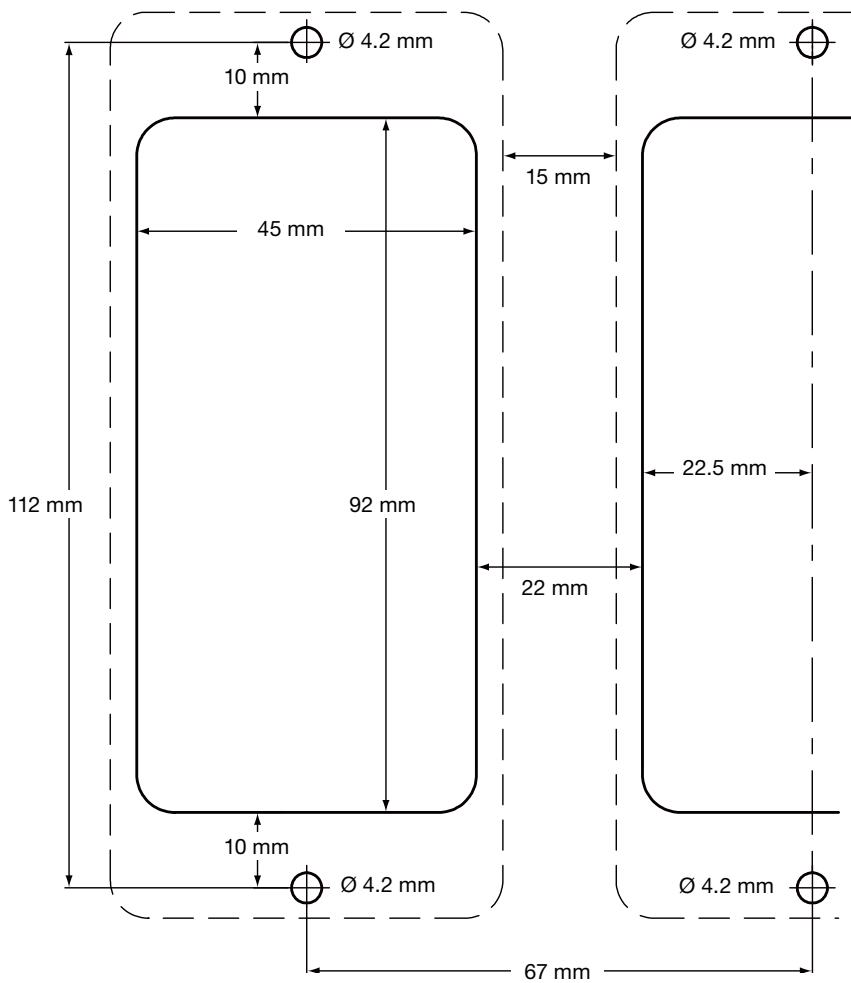

图4 底板/面板-剪裁图
-在底板上，按图4所示钻孔。
-按照图4的尺寸剪裁面板，根据指示钻螺孔。